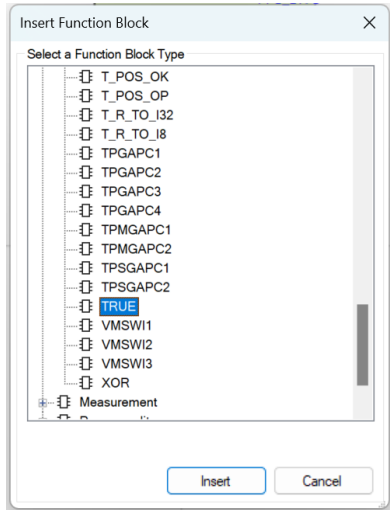

Imagen 63_Ventana de funciones en bloque_Logic.
2.1.21 Para el bloque de verdadero seleccionamos “*Function Block - Logic - True*”, como observamos en la **Imagen 63**.